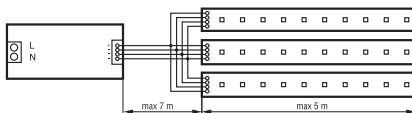

Рис.1
- К одному каналу RGB контроллера не рекомендуется подключать последовательно более 5 метров светодиодной ленты. Для подключения нагрузки высокой мощности сечение провода должно соответствовать расчетному значению сечения для максимального потребляемого тока нагрузки. Каждые дополнительные 5 метров светодиодной ленты рекомендуется подключать параллельно отдельным проводом к RGB контроллеру как показано на Рис.1 ниже.